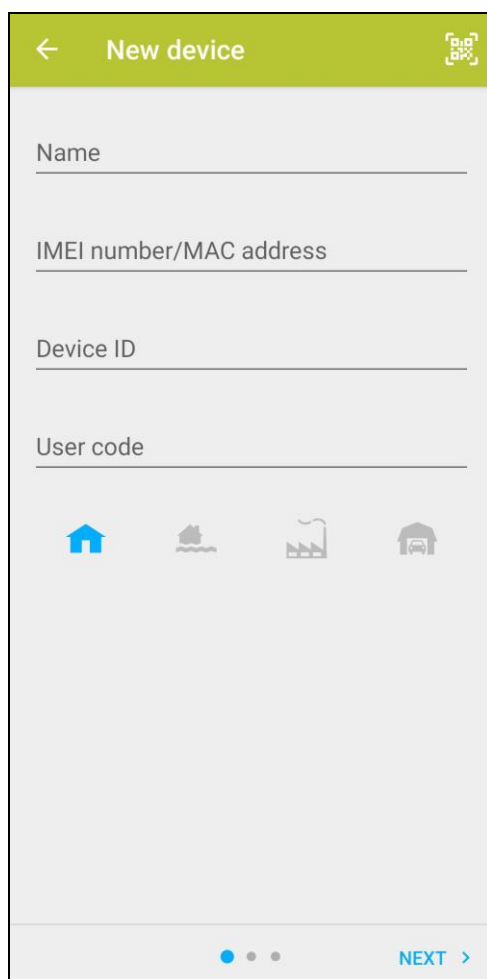

Fig. 5. Application PERFECTA CONTROL (Android): écran d'ajout d'un nouveau système d'alarme.
3. L'écran d'ajout d'un nouveau système d'alarme s'affichera (fig. 5).